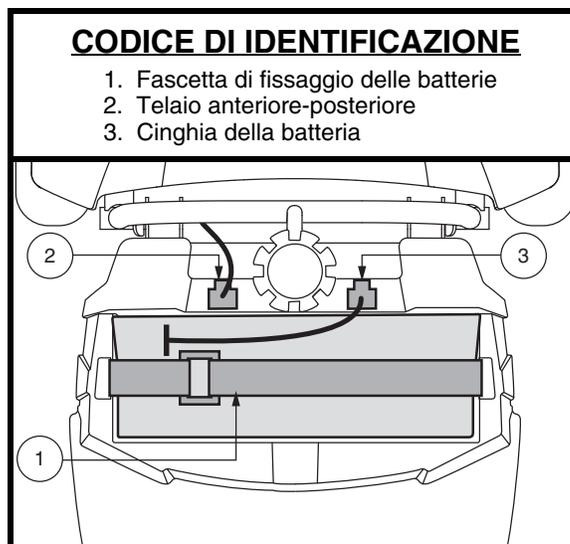

Figura 15. Fascetta di fissaggio delle batterie
2. Scollegare le cinghie della batteria e la fascetta di fissaggio, quindi rimuovere la batteria dal miniscooter. **Vedere figura 15.**